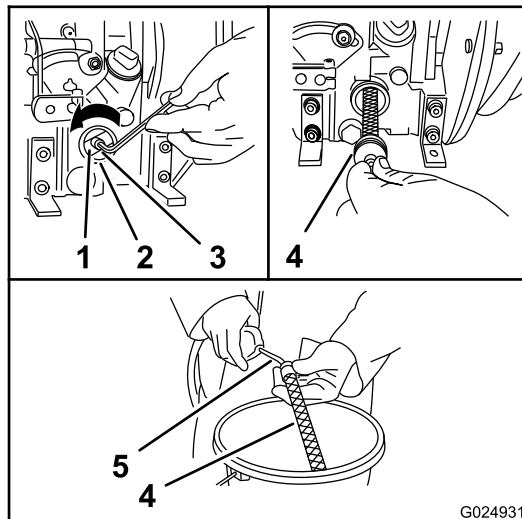

Figura 22
2. Afloje el perno de cabeza allen unas 5 vueltas en sentido antihorario (Figura 22).
3. Retire el filtro de aceite de la carcasa del filtro (Figura 22).
4. Limpie el filtro de aceite con aire comprimido desde dentro hacia fuera (Figura 22).
6. Inserte el filtro de aceite en la carcasa del filtro (Figura 22).
7. Antes de apretar el tornillo, asegúrese de que el muelle tensor está apoyado contra el filtro de aceite en ambos extremos (Figura 22).
8. Apriete el perno de cabeza allen (Figura 22).